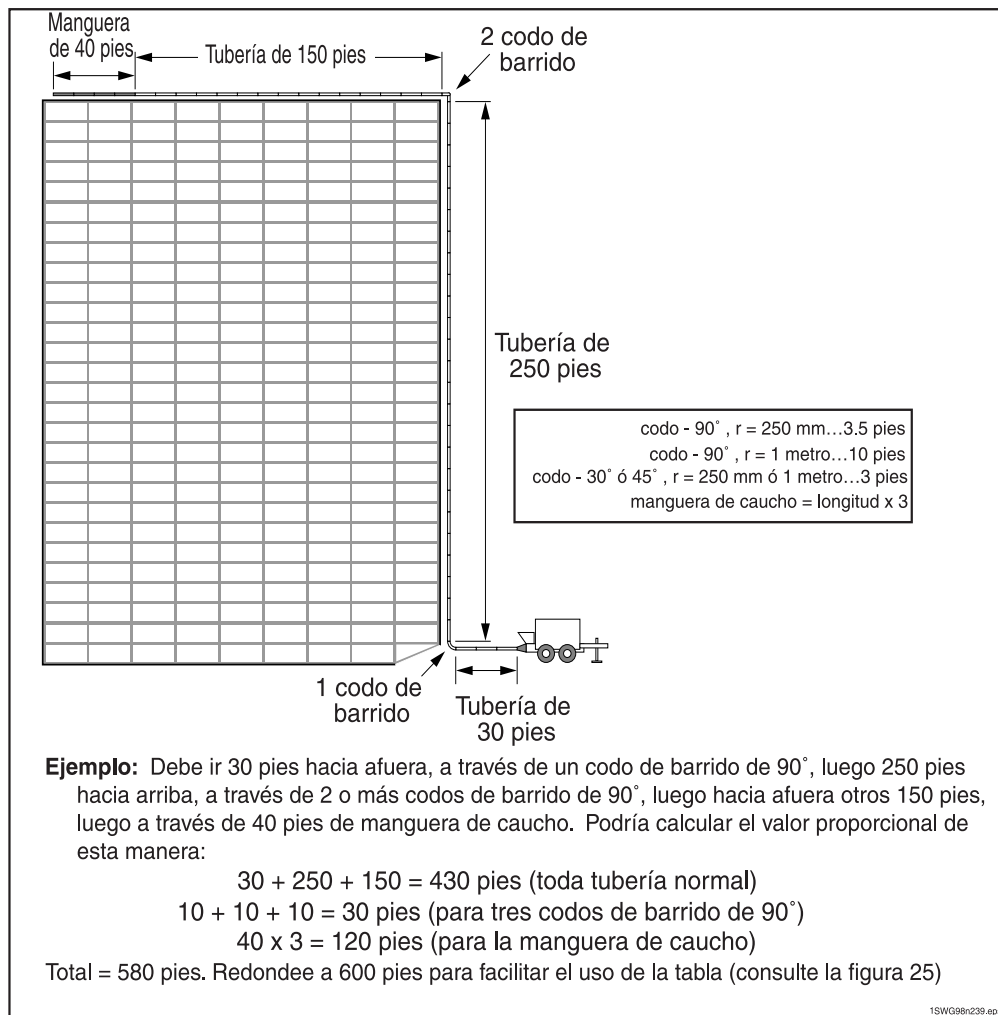

Figura 70
- se debe calcular todas las distancias de la misma manera ya sean horizontales o verticales. La mayor presión requerida para empujar concreto verticalmente se justifica añadiendo presión, no distancia. Abajo se muestra nuestra tubería de ejemplo (Figura 70).